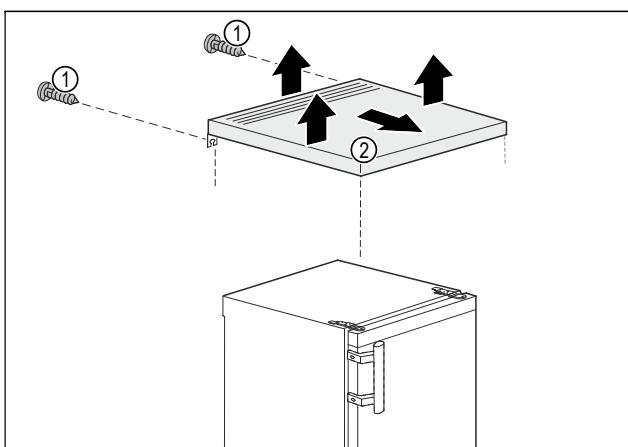

Fig. 3
- Extraiga los tornillos Fig. 3 (1) de la parte posterior.
- Levante el tablero Fig. 3 (2) por la parte posterior.
- Empuje el tablero Fig. 3 (2) hacia delante.
- Retire el tablero Fig. 3 (2) levantándolo.
- Se ha retirado el tablero Fig. 3 (2).